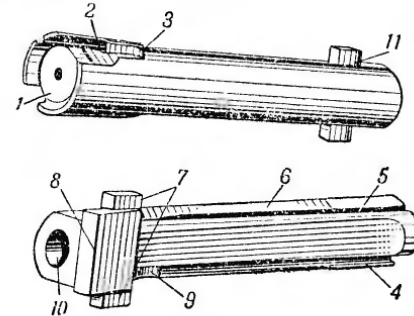

Рис. 23. Остов затвора:
**24. Остов затвора с выбрасывателем и ударником** (рис. 23) предназначен для запирания канала ствола при выстреле, для подачи очередного патрона из магазина в патронник и извлечения гильзы из патронника при помощи выбрасывателя.